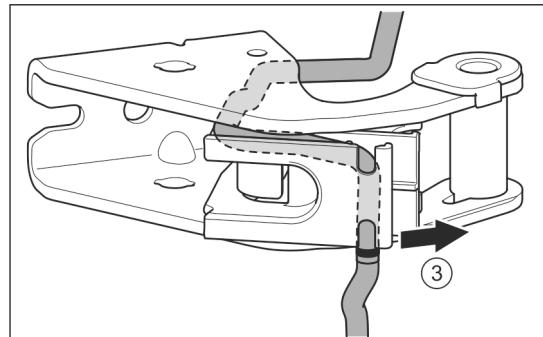

Fig. 25
- Kabel aus der Führung lösen. Fig. 25 (3)